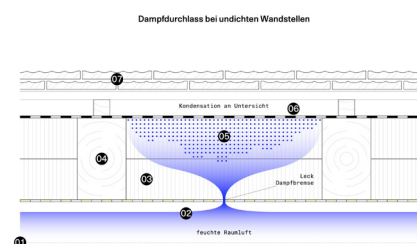

Abb. 13 Dampfkongression über undichten Wandstellen
- Abb. 13 Dampfkonvektion über undichten Wandstellen